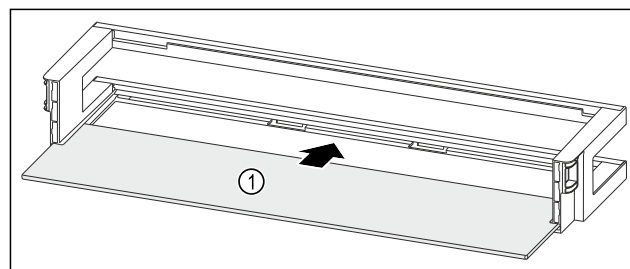

Fig. 133 Balconnet de contre-porte avec tablette de rangement
- Insérer la tablette de rangement Fig. 133 (1) dans les évidements latéraux.